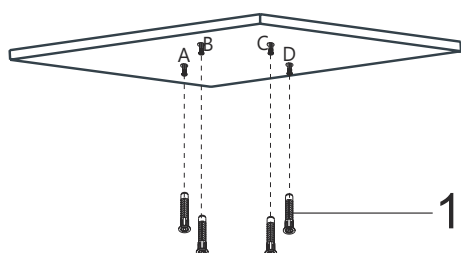

Fig. 8
2. ➔ Sæt nu rawlplugs i de borede huller (Fig. 8).